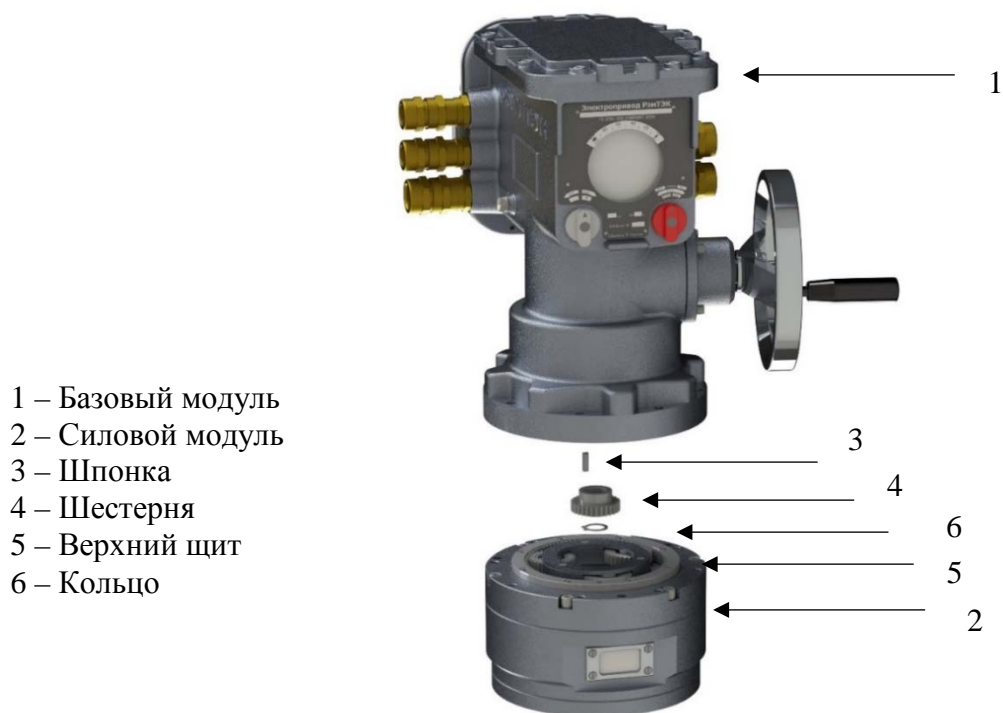

Рисунок 27 - Порядок замены силового модуля
- с помощью шестерни (поз.4) Рис.27.